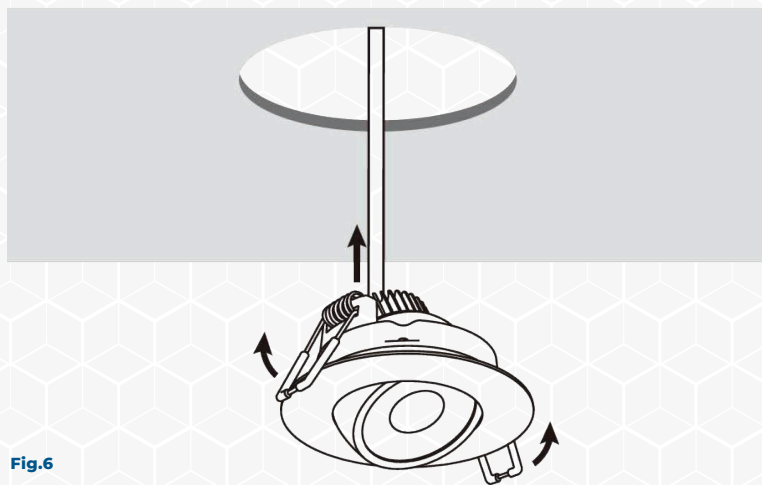

Fig.6
3. Poussez les clips à ressort du luminaire vers le haut et insérez la base du luminaire dans le trou de montage. Relâchez les clips et le luminaire sera tiré au plafond. (voir Fig.6)